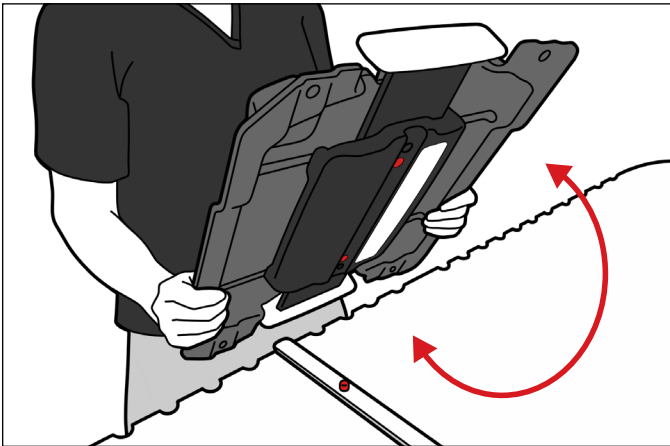

Abb. 2
2. Die Kniestützenbasis kann durch Umdrehen in der kleinen oder großen Konfiguration installiert werden (Abb. 2 und 3).